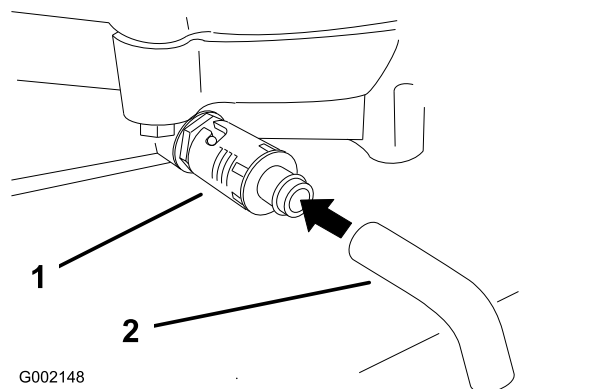

Figura 18
4. Coloque un recipiente debajo del tubo de vaciado. Gire la válvula de vaciado para que se drene el aceite (Figura 18).